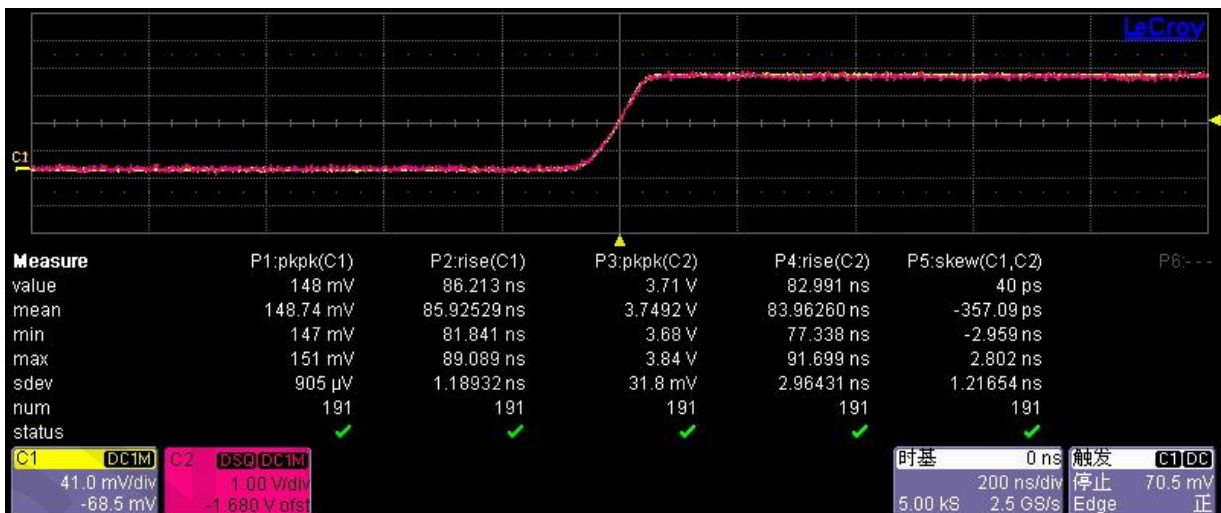

图 4: CP8000 系列&DP6000 系列补偿 Skew 时间后
- ✧ 通过补偿 CH1 或者 CH2 的延时补偿功能，补偿 Skew 时间，使得 Skew 为 0，偏移校准完成，如下图 4 所示。记录 CH1 或者 CH2 的延时补偿时间，以备后续使用。